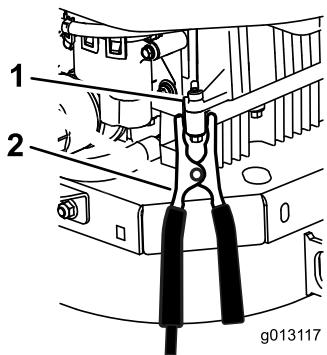

Figura 58
6. **Haga la conexión final al bloque motor del vehículo que no arranca (NO al borne negativo de la batería) en un punto alejado de la batería, y apártese (Figura 58).**